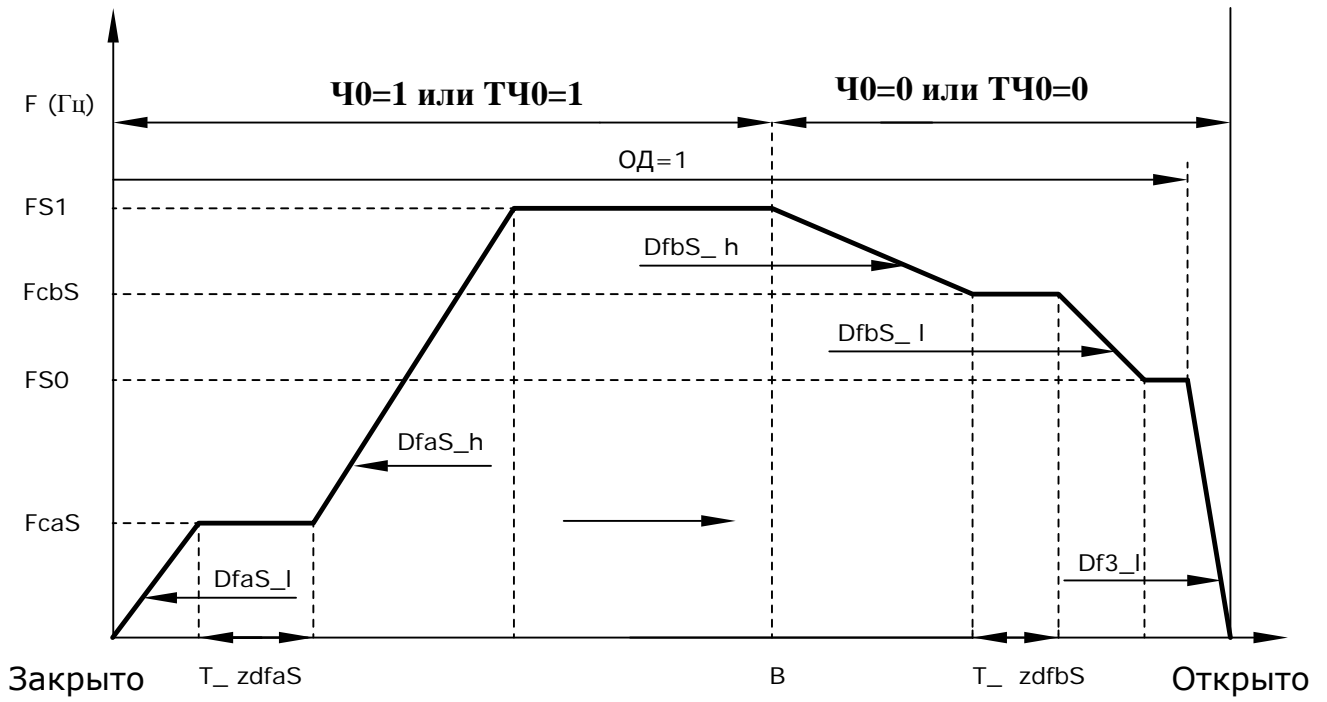

Рис. 8. Диаграмма открытия по таблице 3 для лифтовых дверей.
3.9.6.1. Примеры диаграмм открытия и закрытия лифтовых дверей согласно **таблице 3** показаны на **рис. 8, 9** соответственно. Все обозначения соответствуют **таблице 3**.